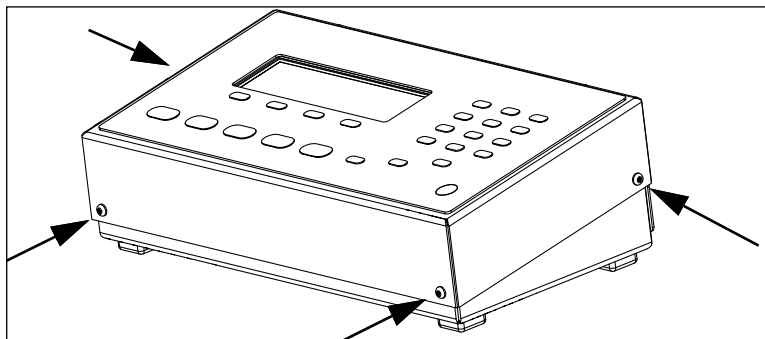

Figura 8-2. Tornillos de montaje de la cubierta de Counterpart
6. Vuelva a instalar la cubierta con los cuatro tornillos retirados anteriormente (Figura 8-2 en la página 97).